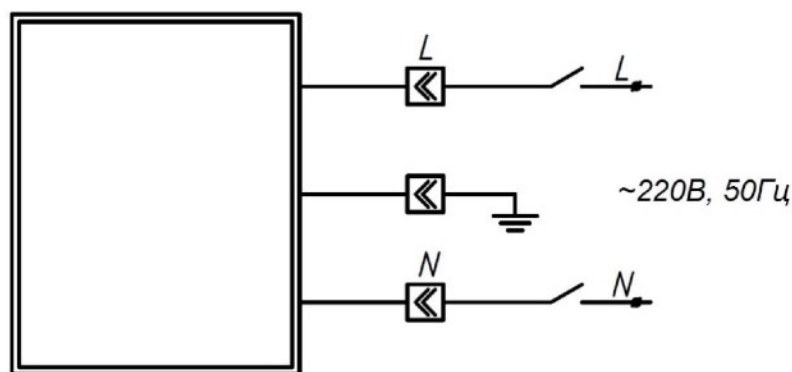

Рис. 2. Схема подключения
3.6. Подключить питающий кабель согласно «Схемы подключения» - Рис. 2.